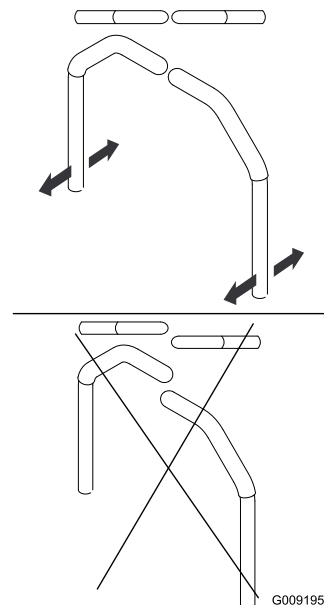

Figure 75
4. Réglez l'alignement avant/arrière des leviers en les plaçant simultanément à la position point mort puis faites-les coulisser jusqu'à ce qu'ils soient alignés, puis serrez les boulons (Figure 75).